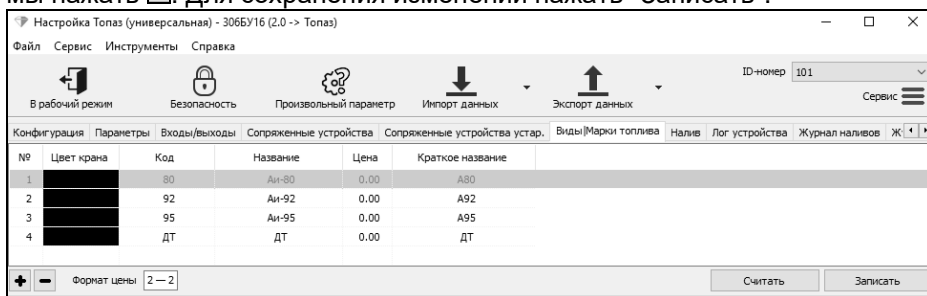

Рисунок 10
6.3.10 На вкладке "Марки/Виды топлива" добавить марки топлива, отпускаемые УТ/ТРК. Маркам топлива из этого списка сопоставить коды топлива и прописать для них краткое название, соответствующее названию одного из кошельков в базе данных приложения "Топаз-Офис" из состава "ПАКТАН" (рисунок 10). При необходимости можно установить цены для каждой марки топлива.